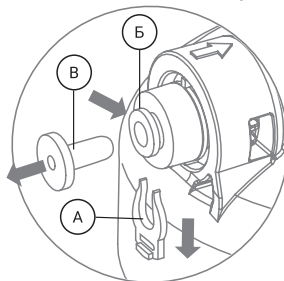

Рис. 7
4. Удалите из фитинга на вход стопорную клипсу (А). Удерживайте цанговое кольцо (Б) прижатым к основанию фитинга и аккуратно извлеките транспортную заглушку (В) (рис. 7). Аналогичным способом удалите все транспортные заглушки.